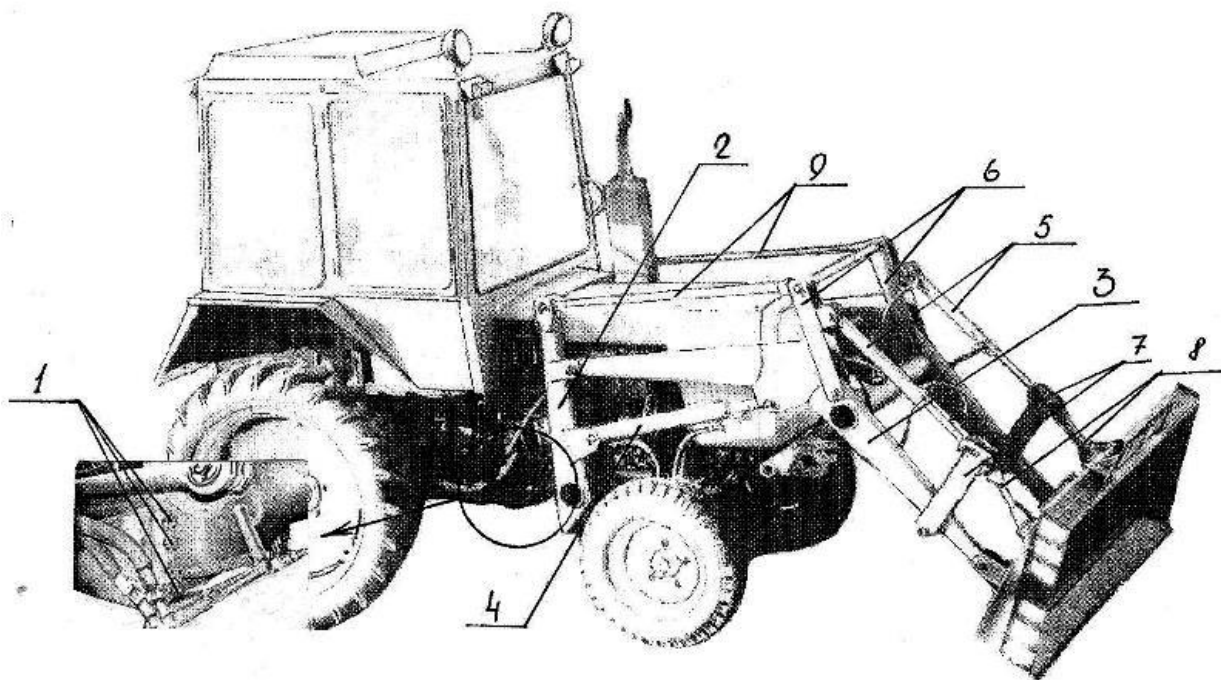
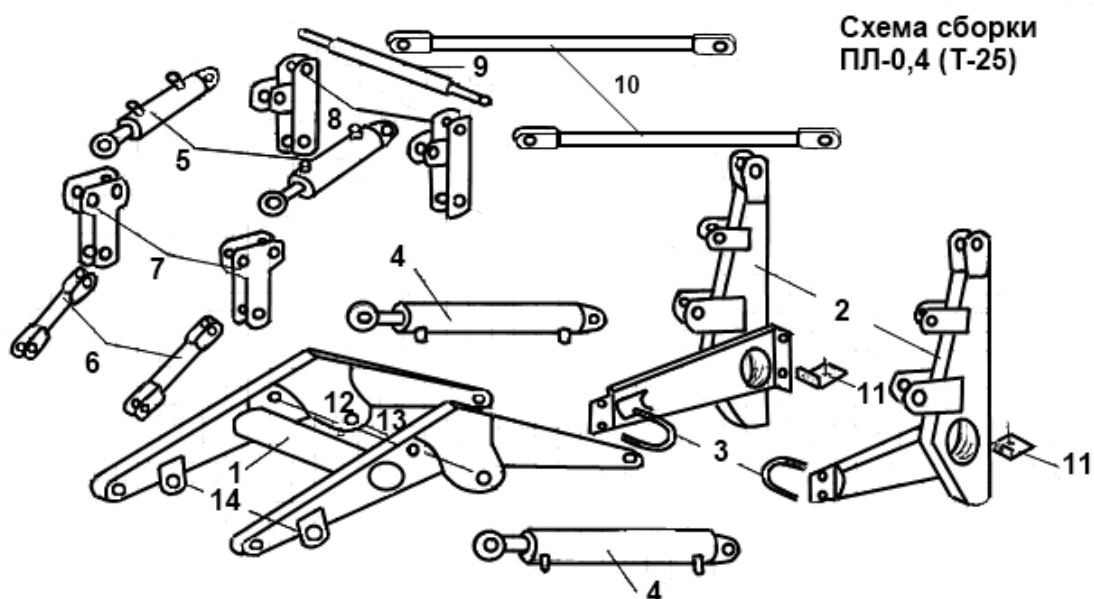

Рисунок 2.
Рисунок 3
Погрузчик (рис. 2) включает в себя: крепящиеся на лонжеронах трактора две панели навески 2(Рис.2), раму подъема 3(рис.2), и гидроцилиндры 4(рис.2), шарнирно соединенные с панелями навески, систему тяг 8,9(рис.2), и кронштейнов 6,7(рис.2) образующих с рамой подъема гидроцилиндрами 5(рис.2) механизм изменения положения рабочих органов.
4.1.1. Перед установкой панелей навески 2(рис.3), на трактор необходимо вывернуть болты, как показано на рис.2. **ВНИМАНИЕ** устанавливать панели нужно поочередно во избежание выкатывания передней полурамы!
Задний край панели закрепить болтами, на нижний болт установить пластины крепления трубок 11(рис.3). Передний край закрепить при помощи стремянок 3(рис.3) к раме трактора.
4.1.2. Установить раму подъема 1(рис.3) несущими втулками в кронштейн панелей при помощи пальцев дм. 25мм дл.95мм.
-установить тяги 10(рис.3) в кронштейны панелей при помощи пальцев дм.25 мм дл. 95 мм;
- установить на тяги 10 верхние стойки 8(рис.3) при помощи верхней перекладины 9(рис.3). Затем установить стойки нижним краем на раму подъема в позицию 12(рис.3) при помощи пальцев дм.25 мм дл.130мм
-установить гидроцилиндры 5(рис.3) на кронштейны стоек при помощи пальцев дм.25мм дл.95мм
-установить передние стойки 7(рис.3) на раму подъема при помощи пальцев дм.25мм дл.130мм
-соединить гидроцилиндры 5(рис.3) со стойками при помощи пальцев дм.25мм дл.95мм
-на свободную проушину стоек 7(рис.3) установить тяги 6(рис.3) при помощи пальцев дм.25мм дл.95мм;
4.1.4. Установить гидроцилиндры 4(рис.3) основанием к панели навески, **штуцерами вниз** (от стрелы) при помощи пальцев дм.25мм дл.85мм и штоком в позицию 13(рис.3) рамы при помощи пальцев дм.25мм дл.85мм;